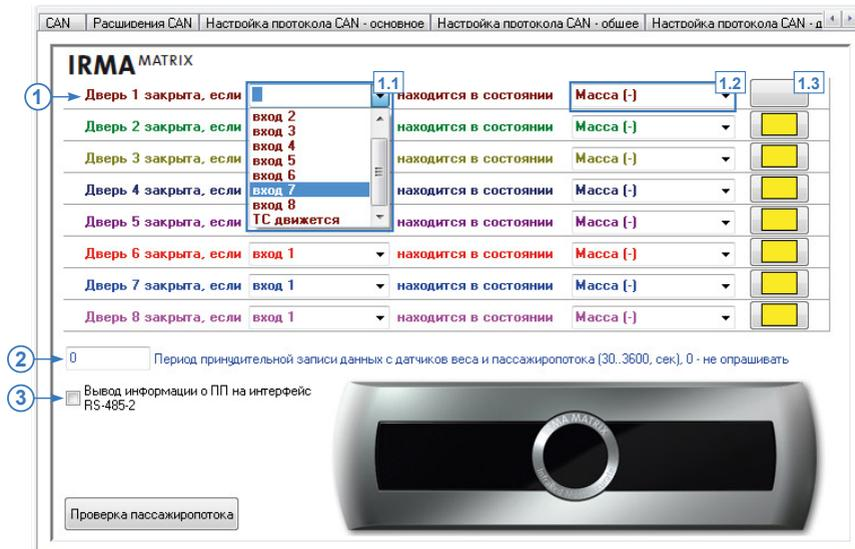

Рис.53. Вкладка «CAN IRMA MATRIX».
Перейдите на вкладку «CAN IRMA MATRIX» и включите опцию Подключение CAN IRMA MATRIX. Вам будет доступно меню настройки работы датчика (Рис.53).
- Для того чтобы прибор «АвтоГРАФ» определял открытие и закрытие двери транспортного средства при помощи концевиков, для настраиваемой двери (**Рис.53, п.1**) необходимо:
- выбрать вход прибора «АвтоГРАФ», к которому подключен датчик этой двери, либо выбрать состояние «ТС движется» – при такой настройке дверь считается закрытой всегда во время движения (**Рис.53, п.1.1**). Движение ТС определяется по скорости и ускорению, вычисленных контроллером «АвтоГРАФ»;
- если закрытие двери определяется по состоянию входа контроллера, то выбрать состояние этого входа, соответствующее закрытию двери (**Рис.53, п.1.2**). Контроль состояния двери транспортного средства позволяет фильтровать показания датчиков пассажиропотока, когда двери ТС закрыты;
- рекомендуется также настроить входы контроллера. Для быстрого перехода в меню настроек цифровых входов (вкладки «Входы 1-4» и «Входы 5-8») предусмотрены кнопки быстрого перехода (**Рис.53, п.1.3**).
- Любое изменение состояния датчика фиксируется прибором и записывается в память. Если нет данных для записи, прибор через определенный период времени опрашивает датчик и делает принудительную запись. **Период принудительной записи данных с датчиков веса и пассажиропотока (Рис.53, п.2)** должен указываться в секундах, минимальное значение – 30 секунд, максимальное значение – 3600 секунд, 0 – не опрашивать.
- **Опция «Вывод информации о ПП на интерфейс RS-485-2» (Рис.53, п.3)** позволяет передавать данные о пассажиропотоке внешнему устройству по интерфейсу RS-485-2.